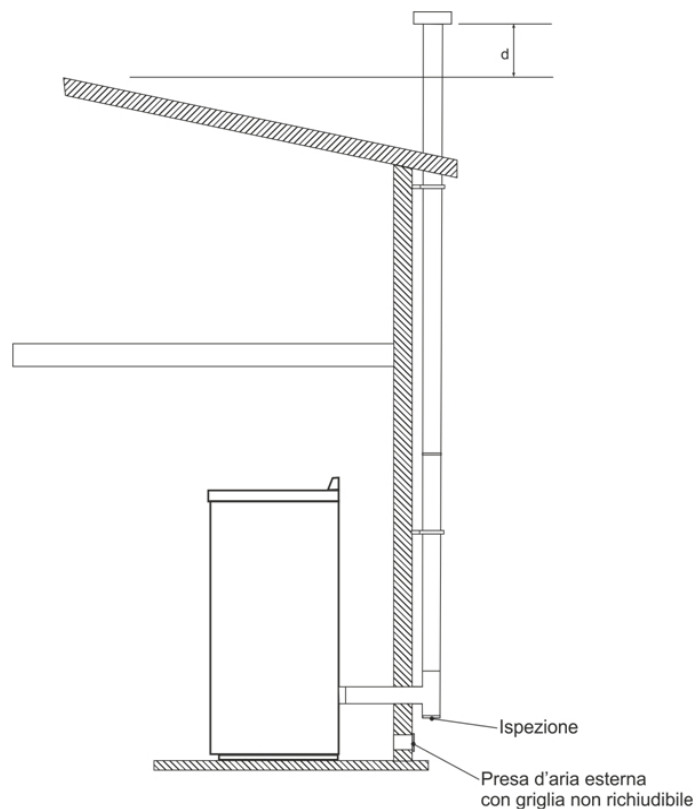

Fig. 13
- Per i condotti devono essere utilizzati solo tubi isolati (**doppia parete**) in acciaio inox fissati all'edificio (*fig. 13*).
- Nel caso in cui si voglia utilizzare un condotto fumi esterno si deve adottare la soluzione rappresentata nella *fig. 13*.